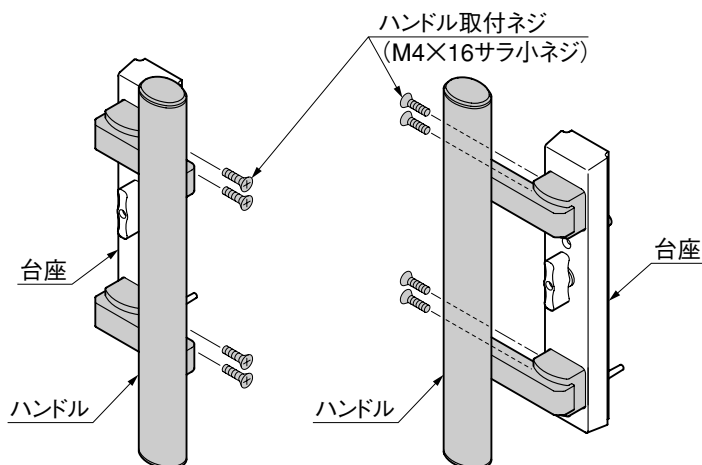

図2-8
- ① 「ハンドル取付ネジ」を外してください。(図2-8参照)